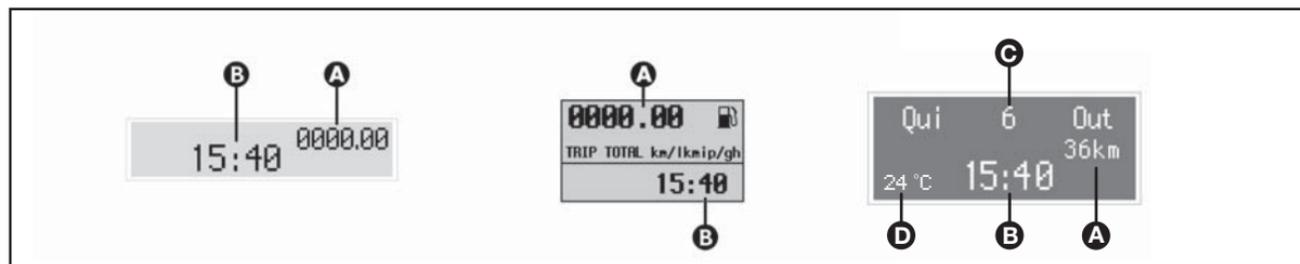

fig. 39
- Hodômetro total/parcial (A-fig. 39).
- Relógio (B-fig. 39).
- Data (C-fig. 39).
- Temperatura externa (D-fig. 39) (quando disponível).